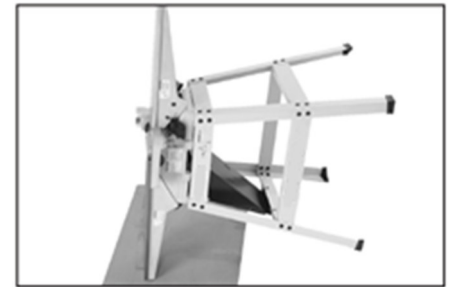

Рис. 6
2. С помощью другого человека аккуратно положите станок на его левую сторону, чтобы приемный стол опирался на картон, как показано на Рис. 6.